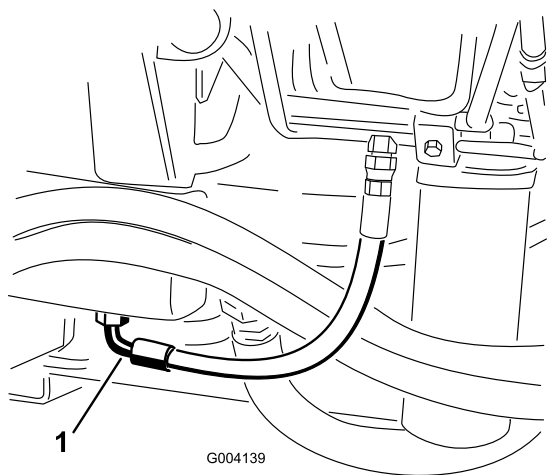

Figure 90
2. Placez un grand bac de vidange sous le raccord monté au bas du réservoir de liquide hydraulique (Figure 90).